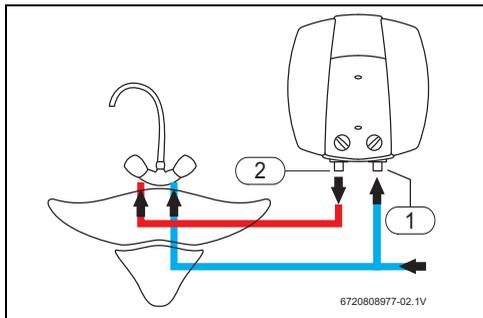

Рис. 6 Монтаж над раковиной (модель ES...5MOWIV-B)
► Обозначьте трубы горячей и холодной воды соответствующим образом, чтобы не перепутать их (→ рис. 6 и 7).